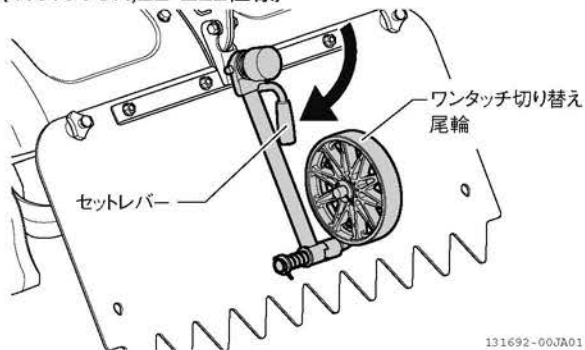
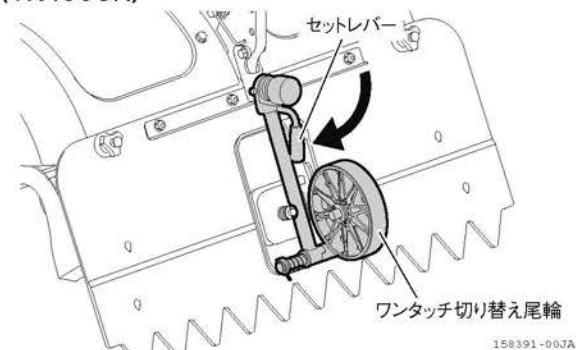

図 3-7 尾輪 (移動1)
図 3-8 尾輪 (移動1)
1. セットレバーを手前に引き、尾輪を下にセットします。(図 3-7, 図 3-8)